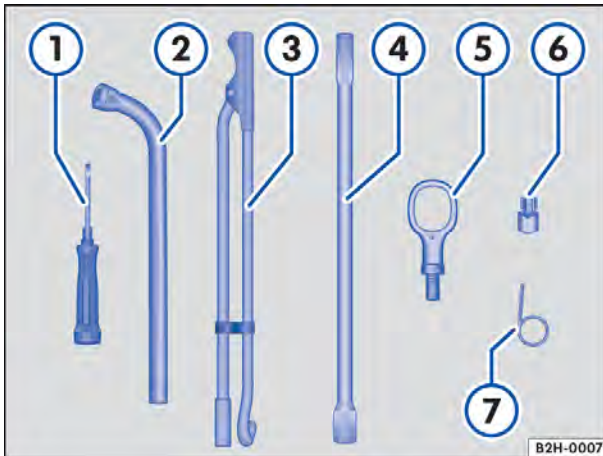

Fig. 149 Componentes das ferramentas de bordo.
Componentes das ferramentas de bordo ⇒ Fig. 149
- Alavancar para fora a capa de cobertura com o lado plano da chave de fenda ⇒ Fig. 149 ① na direção da seta ⇒ Fig. 151.
- Desparafusar o parafuso de segurança com a chave de roda ⇒ Fig. 149 ② no sentido anti-horário do suporte do aro ⇒ Fig. 153.